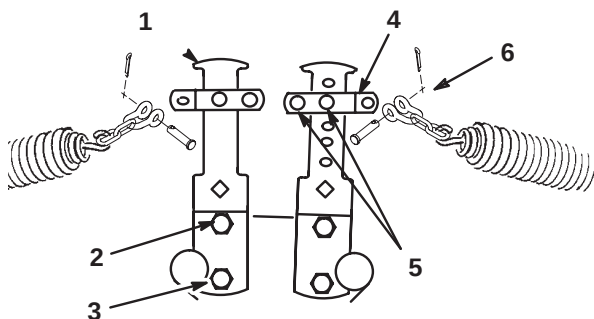
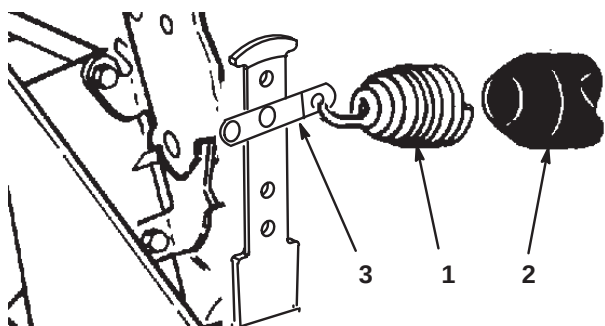

図 16
図 17
4. スプリングの反対側の端部を前後のカウンタバランス・アーム (図16、図17) の適切な穴 (選択方法は以下を参照) に引っ掛ける (スプリング・シャックル、クレビスピン、コッターピンを使用)。
5. 前カuttingユニット：スプリングの反対側の端部を前カウンタバランス・アーム (図16) の上から2番目の穴 (選択方法は手順4参照) に引っ掛ける (チェーン、スプリング・シャックル、クレビスピン、コッターピンを使用)。
6. 後カッティングユニット：スプリングにビニル・カバーを被せ、後カウンタバランス・アーム（図17）の上から2番目の穴（選択方法は手順4参照）に引っ掛ける（スプリング・シャックルを使用）。
8. 外しておいたキャップスクリュとナットでカウンタバランス・アームの下部を元通りに固定し、上キャップスクリュを締め付ける（図16）。